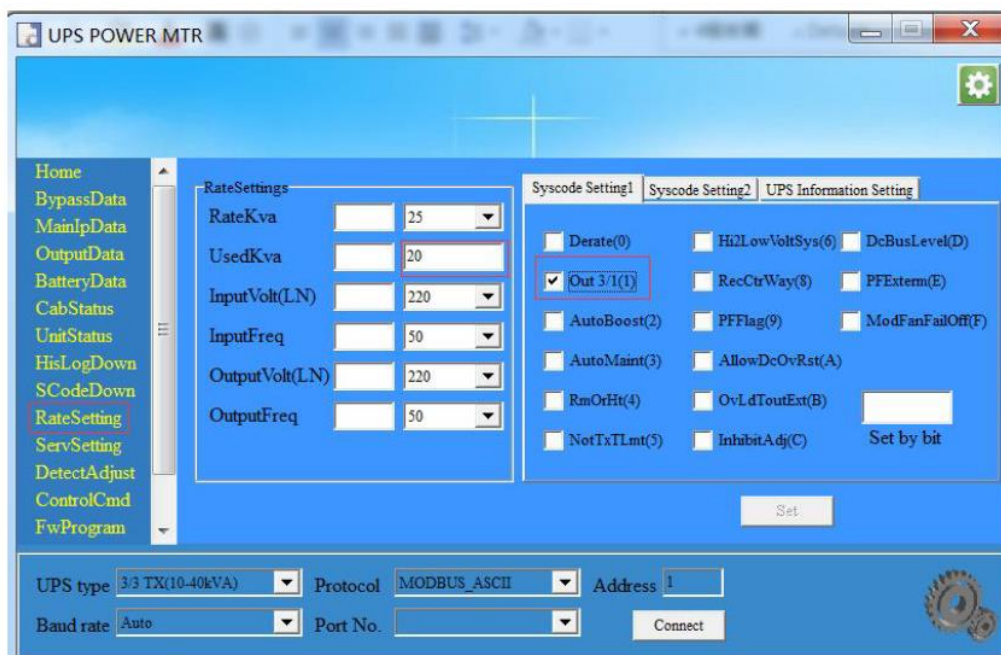

Рисунок 3-13. Интерфейс настройки программного обеспечения MTR
- 1.3. Включите ИБП; Используя ПО (Рисунок 3-13), измените номинальную емкость и используйте емкость до 20, включите опцию Out 3/1. После этого отключите питание и включите ИБП.